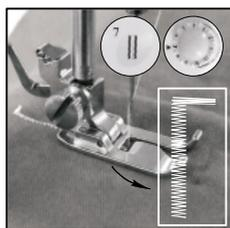

Рисунок 18
3. Выберите шаблон стежка № 7, включите переключатель и пришейте ткань подходящей длины, затем выключите переключатель. Обратите внимание, чтобы стежок шёл по прямой линии (рис. 18).